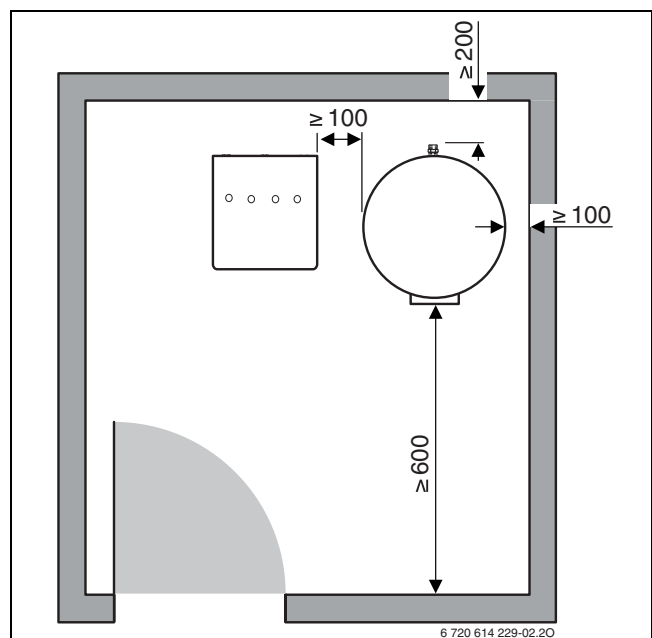

Bild 2 Empfohlene Mindest-Wandabstandsmaße
- ▶ Die Mindest-Wandabstandsmaße einhalten (→ Bild 2 auf Seite 4)